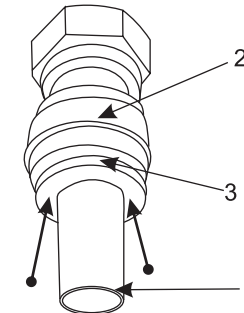

Рис. 2
2. Отсоедините фиттинги в соответствии с рис. 2
5. Присоедините фиттинги в соответствии с рис.2
Подсоединение к колбе осуществляется с помощью специального фитингового соединения (рис. 2)
- 2.2. Для того чтобы снять трубку, необходимо приложить небольшое усилие на стопорное кольцо (поз. 3) - см. стрелки на рис. 2 и вынуть трубку.